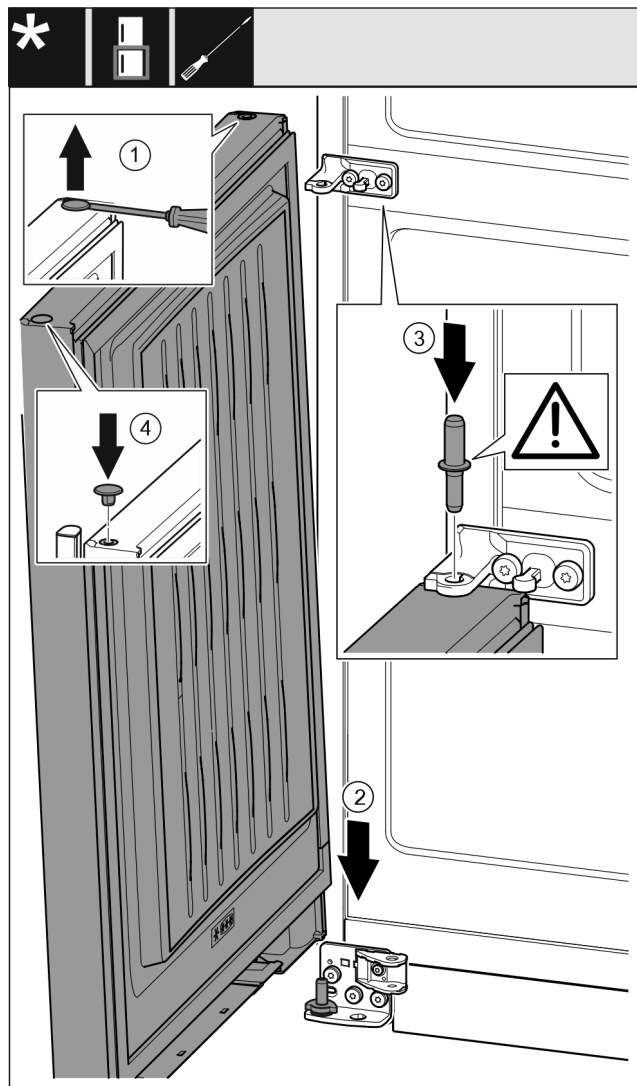

Fig. 41
- ▶ Ngrini lart me kujdes tapat me një kaçavidë me kokë petë dhe nxirrini jashtë. Fig. 41 (1)
- ▶ Futni derën nga lart mbi kunjin e kapjes nga poshtë. Fig. 41 (2)
- ▶ Futni në derën poshtë kunjin e kapjes në mes duke e kaluar përmes bazamentit mbështetës në mes. Këtu bëni kujdes që gungat e kapjes të jetë të kthyera nga poshtë. Fig. 41 (3)
- ▶ Vendosni sërish tapat në anën tjetër të derës. Fig. 41 (4)